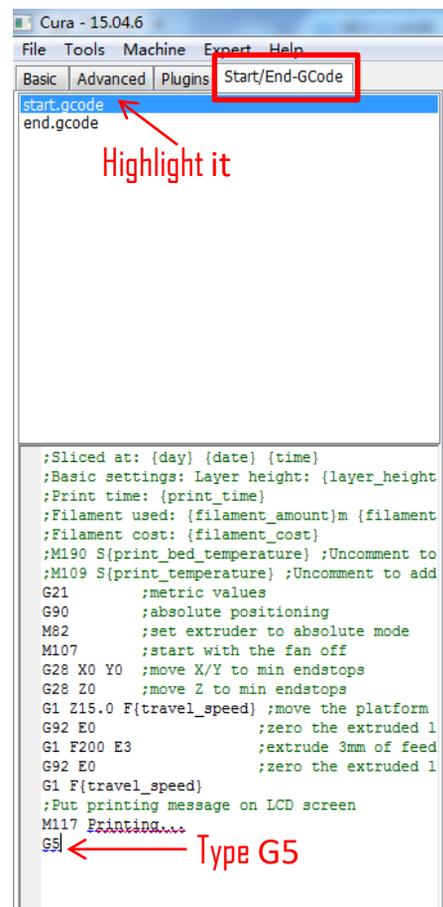

Abbildung 36
2. Wenn Sie diese Funktion zum ersten Mal verwenden, müssen die Kunden "G5" zum start.gcode hinzufügen, wie in **Abb. 36** gezeigt. Speichern Sie dann das Modell als GCode-Datei auf der Speicherkarte mit "File" → "Save GCode".